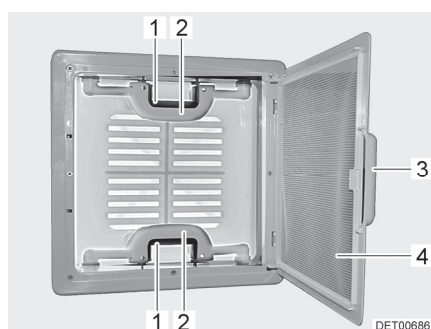

Fig. 16 Lanterneau à pousoirs
- Tirer sur la poignée (Fig. 16,3).
- Rabattre la moustiquaire (Fig. 16,4) vers le bas.
- Appuyer sur le verrou (Fig. 16,1) vers l'intérieur du lanterneau. Pousser le lanterneau simultanément vers le haut par la poignée (Fig. 16,2).
- Faire basculer la moustiquaire (Fig. 16,4) vers le haut jusqu'à ce qu'elle s'enclenche.
- Tirer fortement le lanterneau vers le bas par les deux poignées (Fig. 16,2) jusqu'à ce que les deux poussoirs (Fig. 16,1) s'encliquettent.